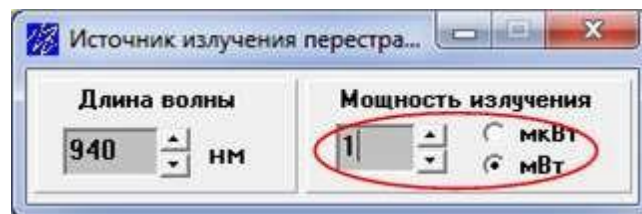

Рис. 7.11. Установка параметров перестраиваемого ИИ
3. В свойствах перестраиваемого источника установите выходную мощность излучения равной  $1 \text{ мВт}$  (рис. 7.11).
3. В свойствах перестраиваемого источника установите выходную мощность излучения равной  $0$  мВт (рис. 7.11).
3. В свойствах перестраиваемого источника установите выходную мощность излучения равной  $0$  мВт (рис. 7.11). Выберите длину волны  $850$ ,  $1310$  или  $1550$  нм, используя результаты исследования п. 2.1. Она должна лежать в области наибольшей спектральной чувствительности исследуемого ФД.